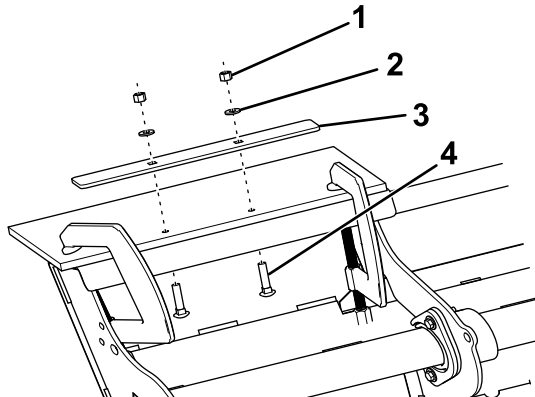

Figura 13
- Sujete una pletina cuadrada a los taladros de cada una de las secciones de banda cortas usando 2 pernos de cuello cuadrado (5/16"), 2 arandelas (5/16") y 2 contratruercas de nylon (5/16"), como se muestra en la Figura 13.